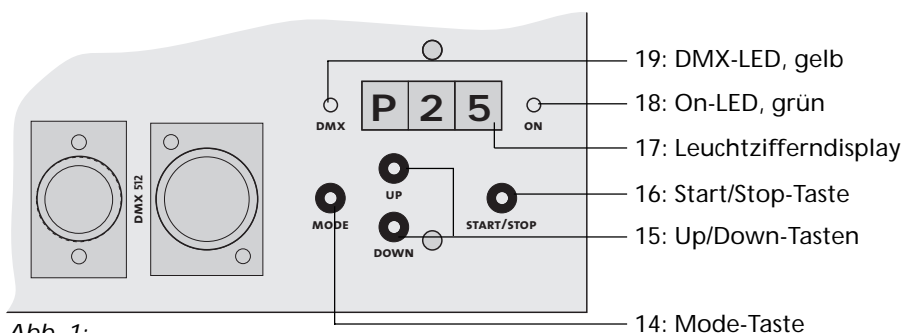

Abb. 1:
- a) Drücken Sie die Mode-Taste [14] auf dem Bedienfeld, bis auf dem Leuchtziffern-display [17] ein P (Pumpe) und zwei Zahlen erscheinen (siehe Abb. 1).